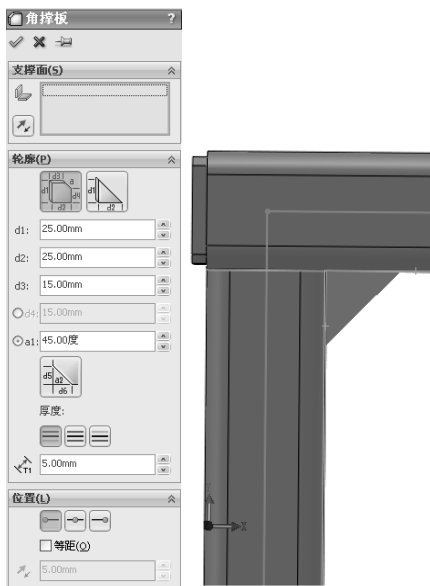

图 10-33 “支撑板”对话框
1) 单击“焊件”工具栏中的“支撑板”按钮, 或执行“插入”→“焊件”→“角撑板”菜单命令, 弹出“角撑板”属性管理器。然后选择生成角撑板的支撑面, 如图 10-33 所示。